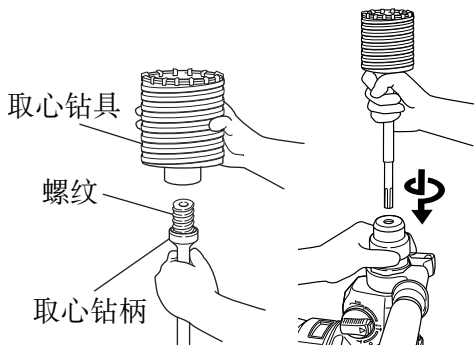

图 32
- (1) 把取心钻具安装於取心钻柄 (图 32)。润滑取心钻柄的螺纹，可使拆解更加容易。